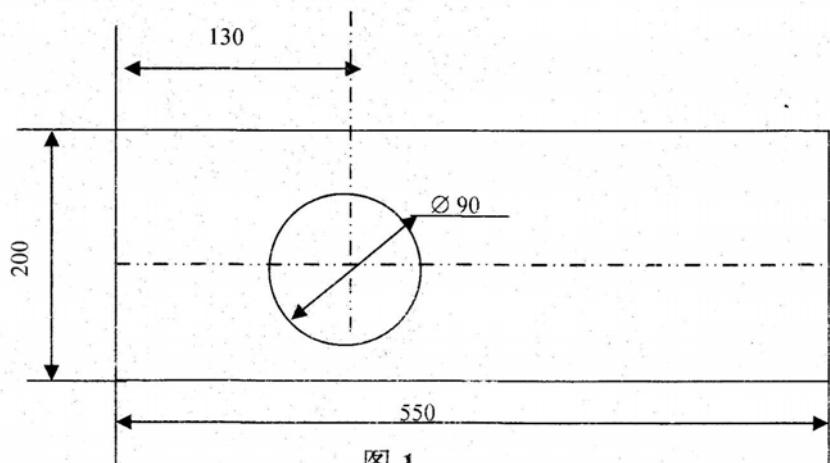

图 1
- 2.3 拆箱后的硬度计水平安放在稳固的工作台上，其水平度不超过 1mm/m。同时在工作台适当位置开孔（图 1），使螺杆（8）能正常工作。